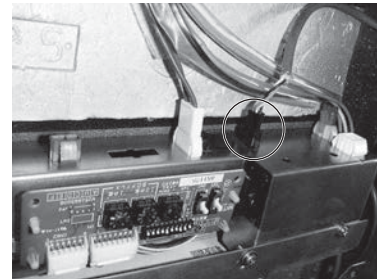

図14
- 3.昇降キット付属のリード線（コネクター3P：クロ）のコネクターを本体制御ボックス側コネクター（3P：クロ）に確実に差込んでください。(図14)